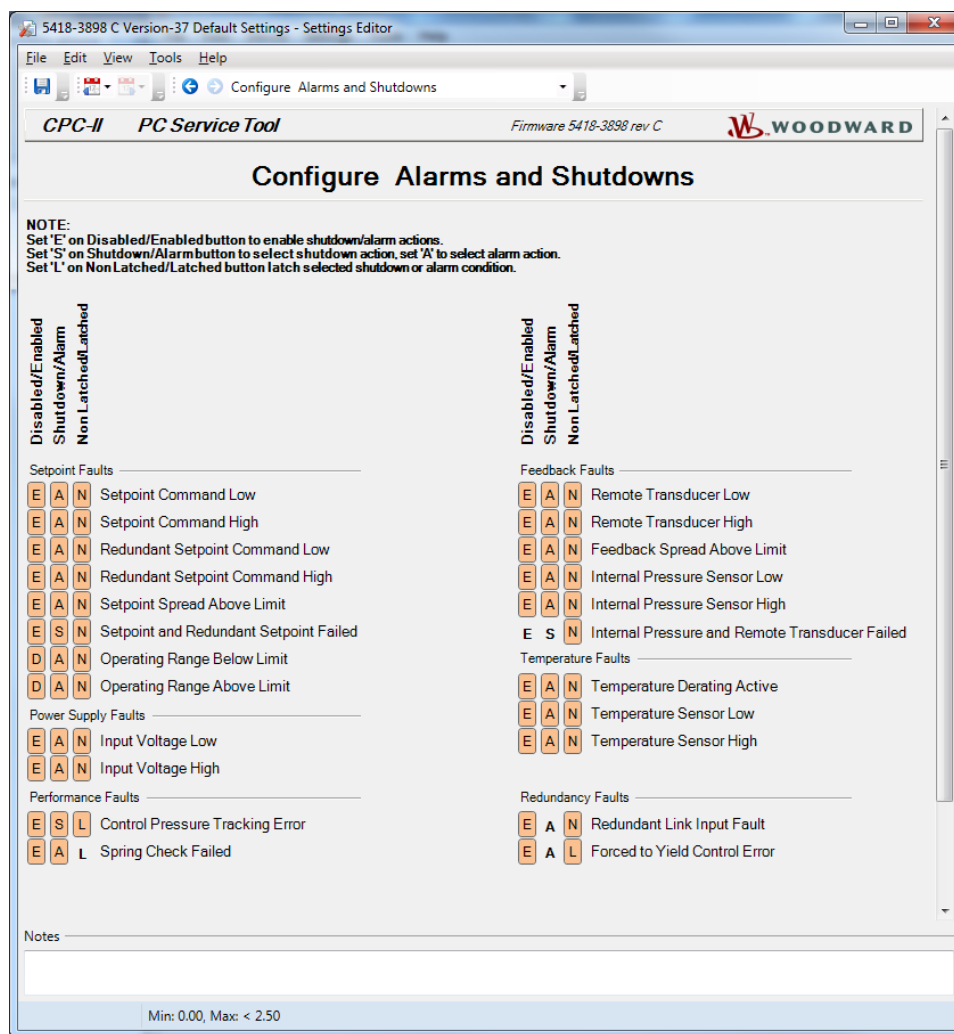

图 6-11. PC 服务工具诊断设置编辑器
7. 将设定点调至 60%，调整主增益，直至反馈压力快速移动到设定点。在控制范围内，出现一定程度的过冲是正常的（见图 6-11），因为需要增加压力来迫使流量进入作动器。